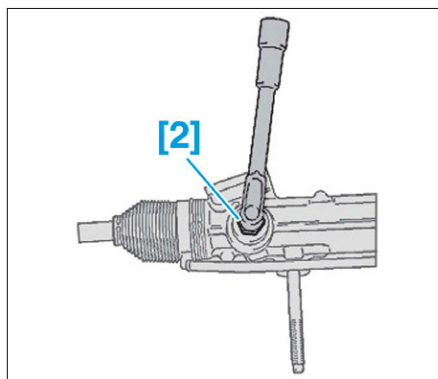

FIG. 29
- Appliquer une fine couche de graisse TOTAL N 3924 sur le filetage de l'outil [2] (Fig. 29).